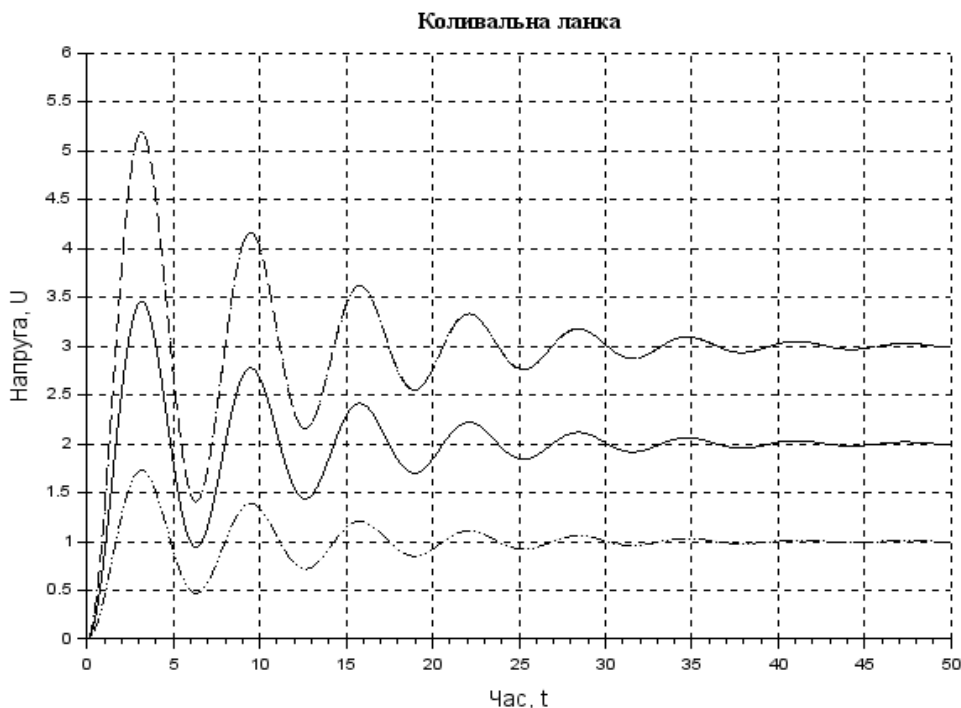
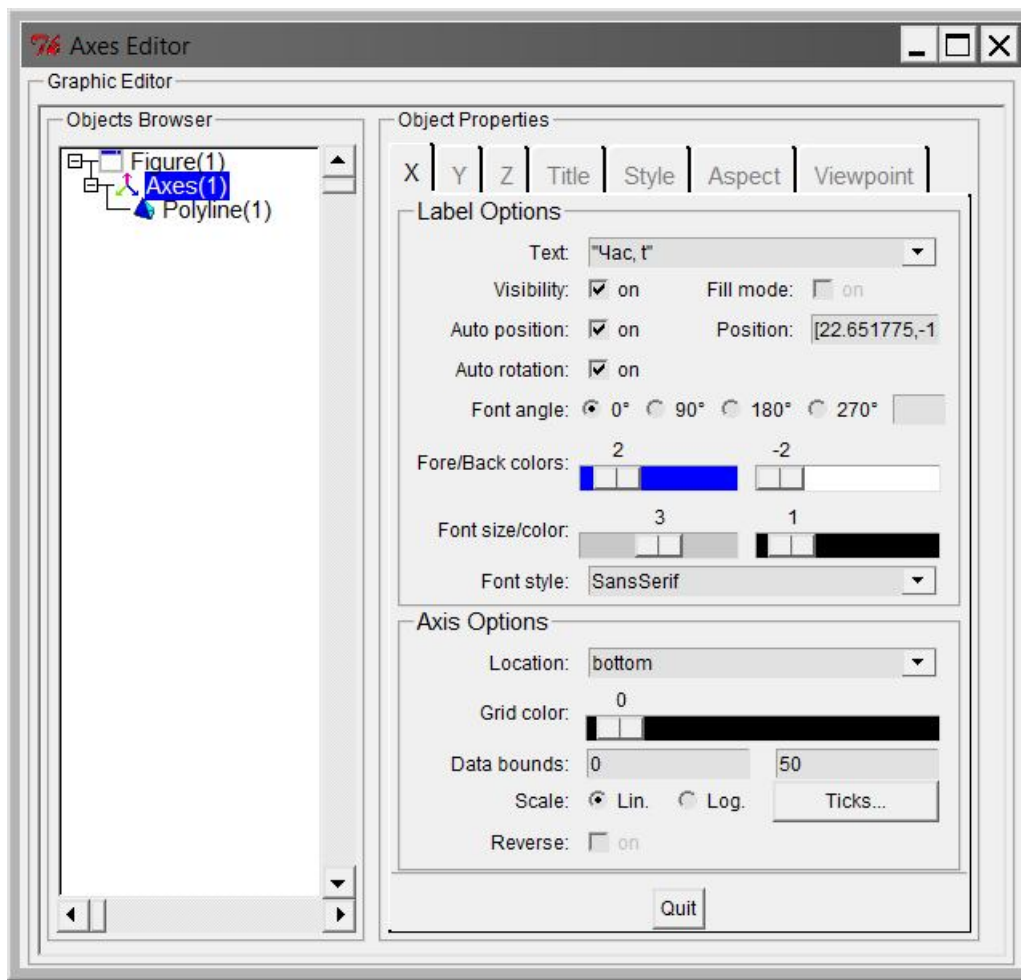

Рисунок 4.2 – Приклад сімейства графіків перехідної характеристики коливальної ланки ($K_1 = 1$, $K_2 = 2$, $K_3 = 3$)
Рисунок 4.3 – Редактор графічного вікна
1.8 Вставте сітку, позначення осей та назву графіка (рис. 4.2). Для виклику вікна редагування (рис. 4.3) скористуйтеся верхнім рядком меню графічного вікна. Інший варіант: клацніть правою клавiшею мишки на тлі діаграми й виберіть позицію «Мітка X».